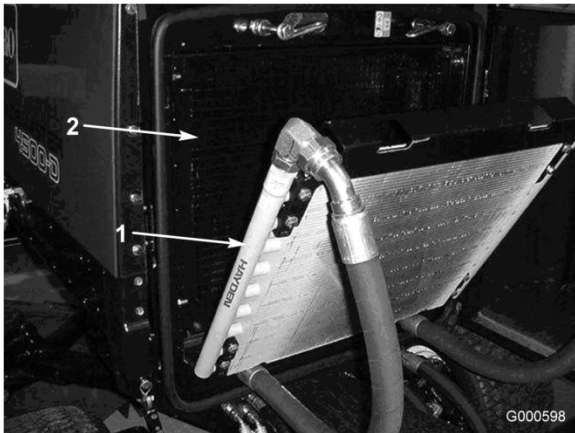

Bild 50
3. Kippen Sie den Ölkühler nach hinten. Reinigen Sie beide Seiten des Ölkühler- und des Wasserkühlerbereichs (Bild 50) gründlich mit Druckluft.